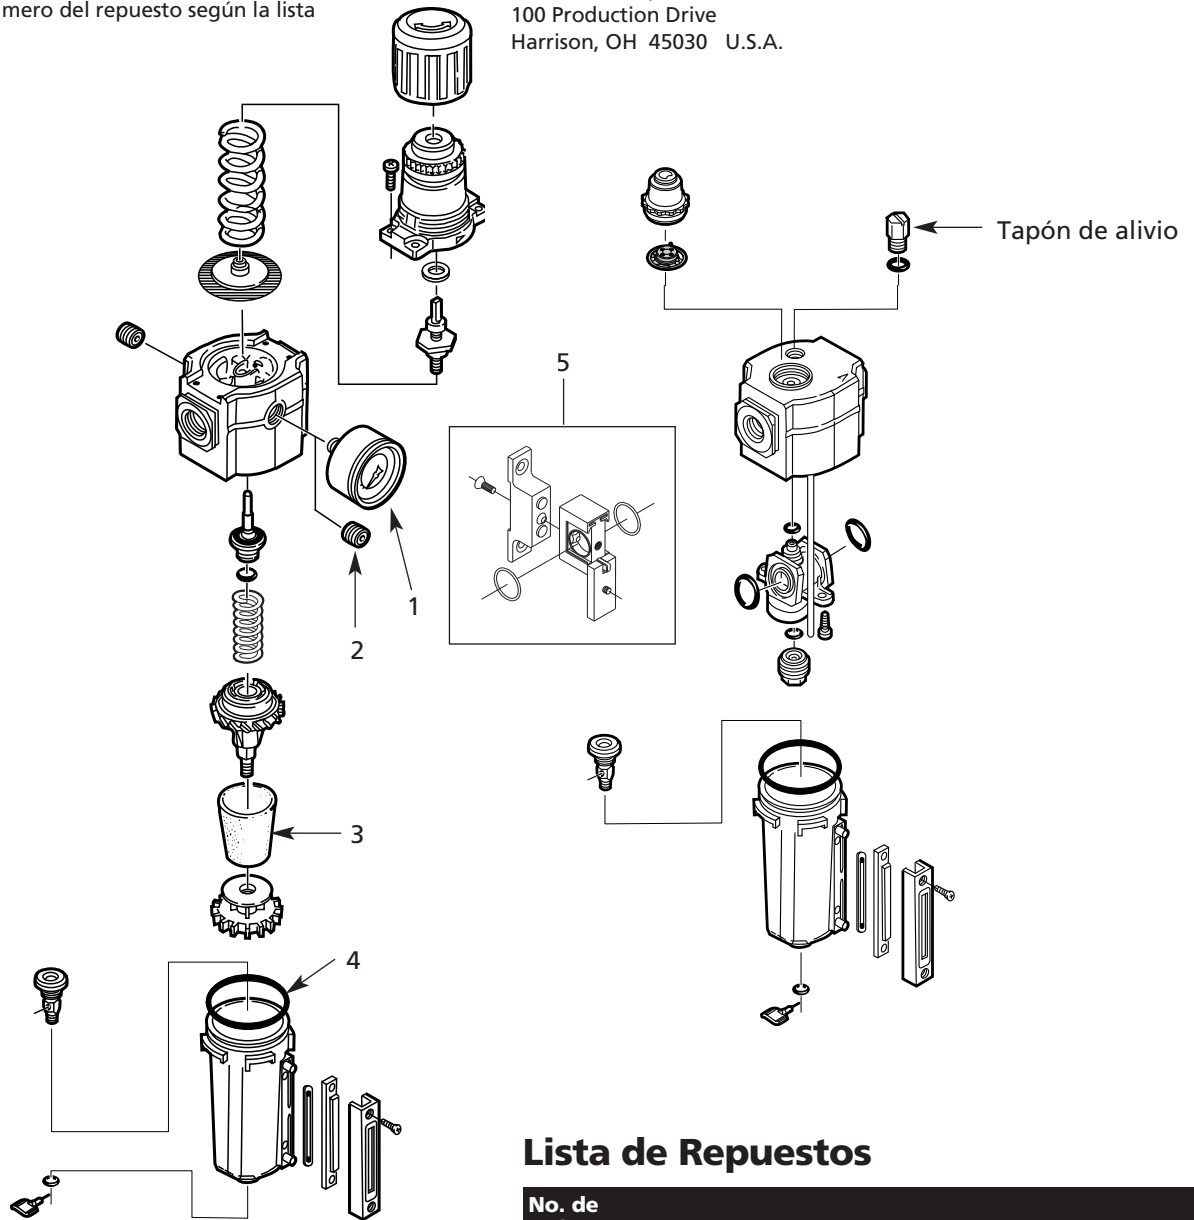

Figura 2
- El lubricador se puede llenar de aceite con el sistema bajo presión. **Lentamente** desconecte el tapón para liberar la presión de aire (Vea la Figura 2). Después de haber sacado el tapón, podrá desconectar el envase. Vierta el aceite en el envase y re-instálelo. **Vuelva a colocar el tapón de alivio antes de seguir trabajando.** No le coloque el